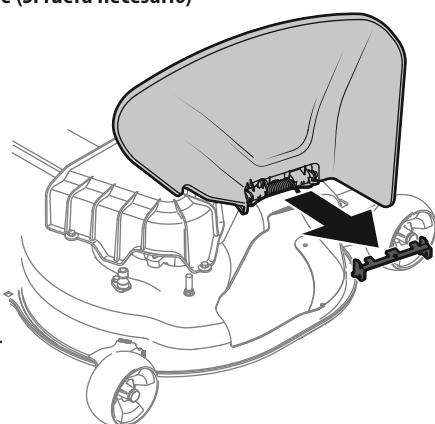

Figura 10
2. Sujete el deflecto del canal completamente hacia arriba, extraiga el soporte de tope. Baje el deflecto del canal y deseche el soporte de tope. Consulte la Figura 10.